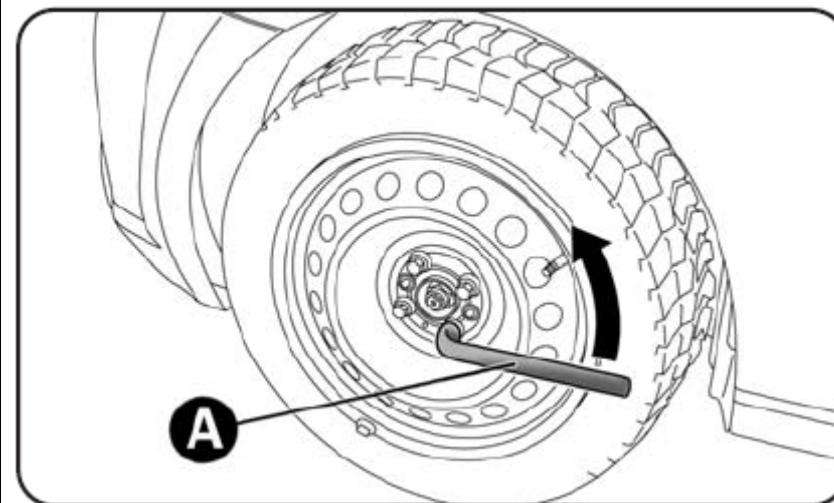

Рис. 5
- с помощью ключа А – **рис. 5**, ослабьте примерно на один оборот болты крепления колеса;
- Возьмите ключ А – рис. 5 и затяните до конца болты крепления;
- При помощи штатного ключа А – рис. 5, затяните до конца болты крест-накрест в порядке указанном на рисунке 9;